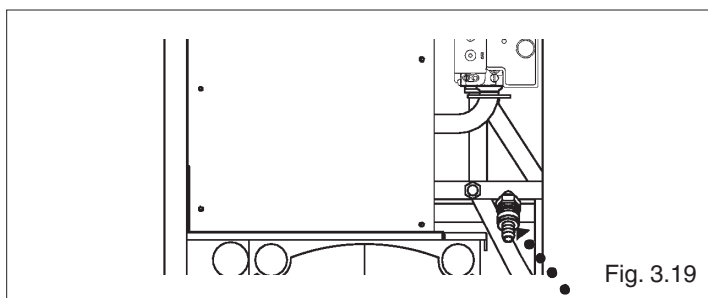

Fig. 3.19
- collegare un tubo di gomma al portagomma del rubinetto di scarico ed aprire il rubinetto (fig. 3.19).